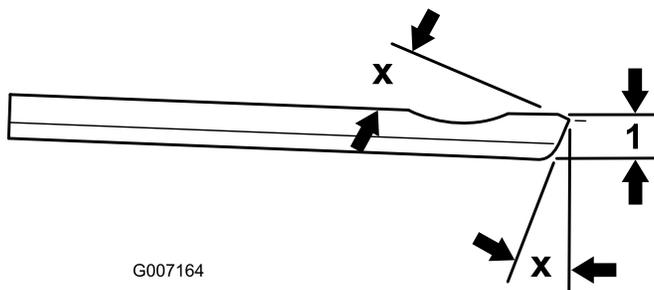

Bild 23
**Hinweis:** Als Schleifwinkel für das Untermesser oben und vorne werden 3 bis 7 Grad empfohlen (Bild 23).